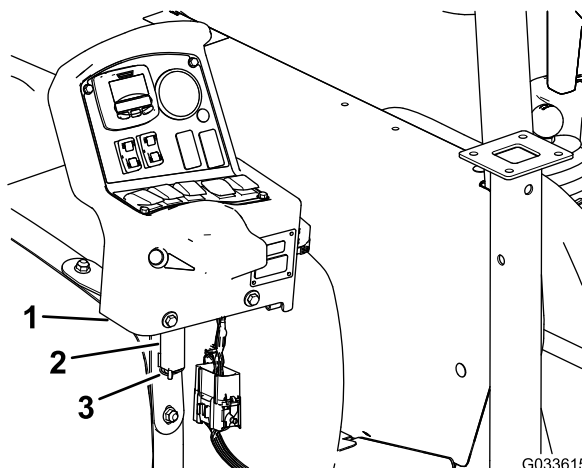

図 98
7. 車両のダッシュボードで、コンソール取り付けブラケットからコンソールを外し、コンソールのピボットピンを、タンクの前ベルトについている保管ブラケットにセットする図 98; コントロールコンソールを機体に取り付ける (ページ 18)を参照。
8. ブラケットにコンソールを組み付け、ピボットピンをブラケットに入れてヘアピンで固定する (図 98)。